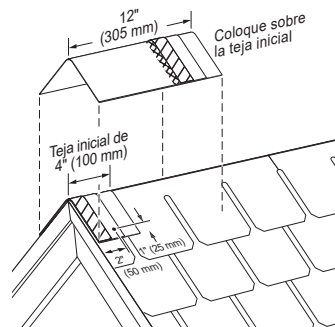
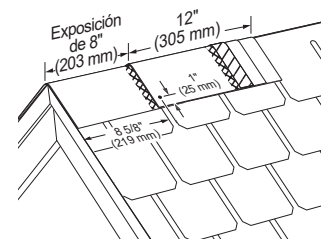

Figura 16-12: Aplique una teja de remate completa sobre la teja inicial.
Figura 16-13: Instale las tejas de remate con una exposición de 8" (203 mm) y sujételas con un clavo en cada lado como se muestra.
**IMPORTANTE:** Utilice DOS clavos para sujetar cada teja. La longitud mínima de los sujetadores debe ser de 1 3/4" (45 mm). Para la teja inicial, coloque el sujetador a 1" (25 mm) hacia adentro desde cada uno de los bordes laterales y aproximadamente a 2" (50 mm) arriba del borde del tope expuesto de la teja inicial; asegúrese de que el sujetador se introduce 3/4" (19 mm) en la base del techo o lo atraviesa por completo. (Ver figura 18-12). Para cada teja Cedar Crest completa, coloque los sujetadores 8 5/8" (219 mm) arriba desde su borde de tope expuesto y a 1" (25 mm) hacia adentro desde el borde de cada lado (ver figura 16-13).
Aplique el techo primario hasta la lima o cumbrera a ambos lados del techo y luego recorte al ras. Compruebe que las tejas Cedar Crest cubren adecuadamente la hilera superior de las tejas en ambos lados de la lima y la cumbrera. Prepare una teja "inicial" de 4" (100 mm) cortando la porción inferior de gránulos de color, de 8" (203 mm), de una teja Cedar Crest. Aplique la pieza inicial de 4" (100 mm) con el borde sobrepuesto levantado sobre la esquina inferior de la lima, o en cualquiera de los extremos de la cumbrera, sobrepasando la esquina o el borde aproximadamente 1/2" (12 mm) y doblando la teja inicial a lo largo de su línea central hasta adaptarla al contorno (ver figura 16-12). Inserte un clavo a cada lado, aproximadamente 2" (50 mm) más arriba del borde del tope expuesto de la teja inicial y a 1" (25 mm) de cada borde lateral de esta. A continuación aplique una pieza completa de 12" x 12" (305 x 305 mm) sobre la teja inicial, doblando la teja a lo largo de su línea central hasta adaptarla al contorno en su lugar sobre la lima o cumbrera, a ras de los bordes inferior y laterales de la teja inicial. Sujete con dos (2) clavos de longitud mínima de 1 3/4" (45 mm) y un clavo en cada lado de la teja, ubicado 8 5/8" (219 mm) más arriba del borde del tope y a 1" (25 mm) de cada borde lateral (ver figura 16-13).